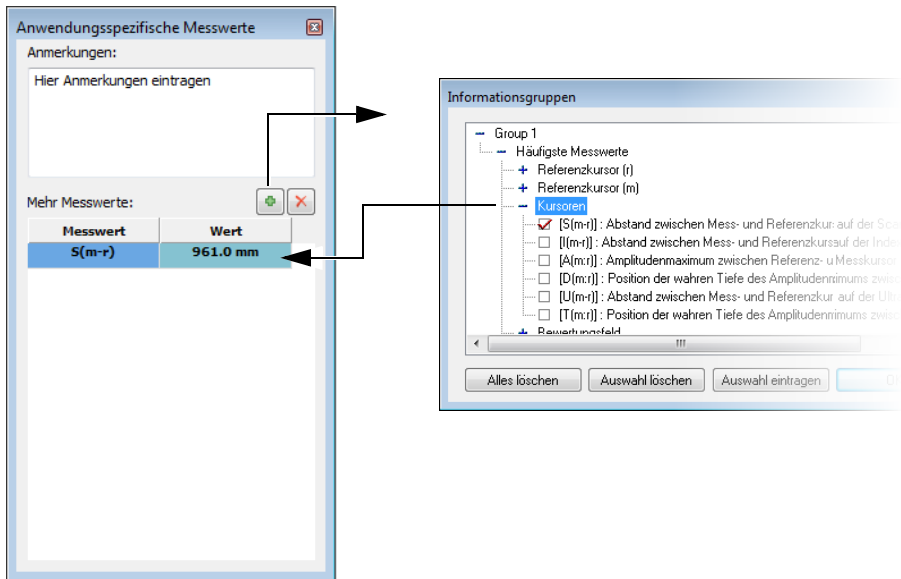

Abbildung 6-9 Hinzufügen einer Anmerkung und eines zusätzlichen Messwerts zu einer Indikation
- c) Geben Sie im eingeblendeten Dialogfeld **Anwendungsspezifische Messwerte** (siehe Abbildung 6-9 auf Seite 346) die Anmerkung für diese Indikation im Feld **Anmerkungen** ein. Die Anmerkung für die ausgewählte Indikation erscheint dann im Bericht im Bereich **Anmerkungen**.
9. Zusätzliche Messwerte können auch zur Fehlertabelle hinzugefügt werden (siehe Abbildung 6-9 auf Seite 346):